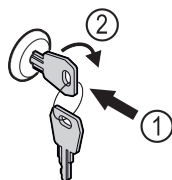

Fig. 142 Immagine a titolo di esempio
- Inserire la chiave Fig. 142 (1).
- Ruotare la chiave di 90° in senso orario Fig. 142 (2).